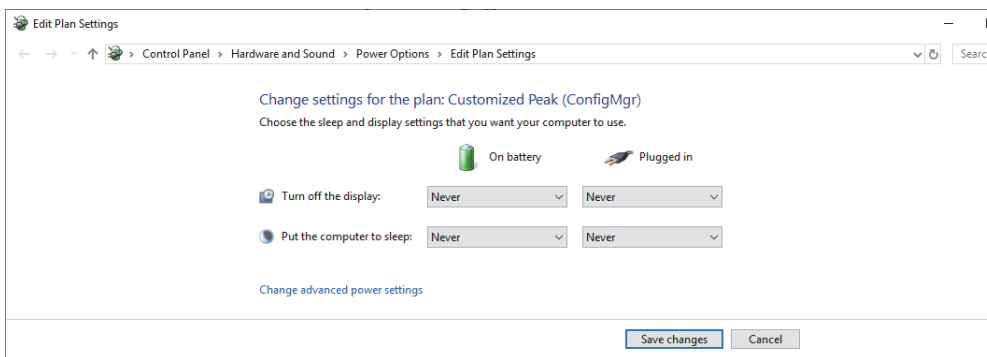

图 4-1 编辑计划设置对话框
- b) 在**Edit Plan Settings**（编辑计划设置）对话框中，将**Turn off the display**（关闭显示）和**Put the computer to sleep**（使计算机进入休眠状态）都设置为**Never**（从不）（参见第42页的图 4-1）。